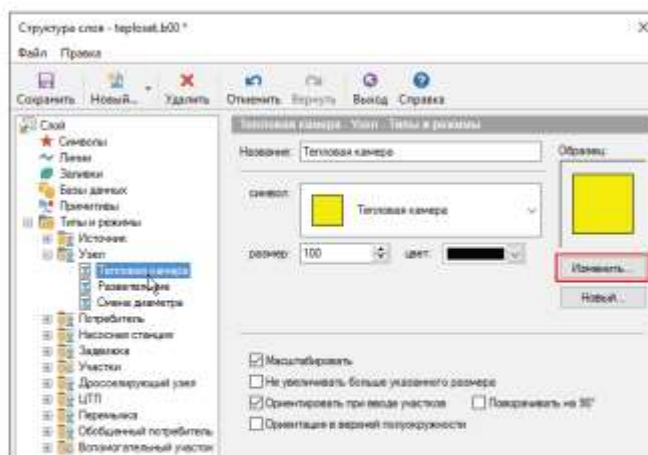

Рисунок 4.21. Изменение внешнего вида объекта тепловой сети
1. В окне структура слоя () в дереве *Типы и режимы* щелчком левой кнопкой мыши выделить режим, для редактирования, например *Тепловая камера*. (смотрите Рисунок 4.21, «Изменение внешнего вида объекта тепловой сети»).